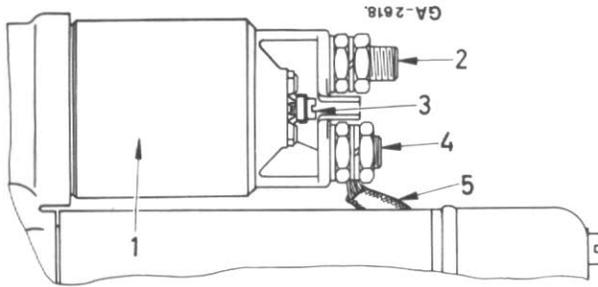

Figure 6
Montez un voltmètre à la borne (3), fig. 6 et à la masse et actionnez le contacteur du démarreur.